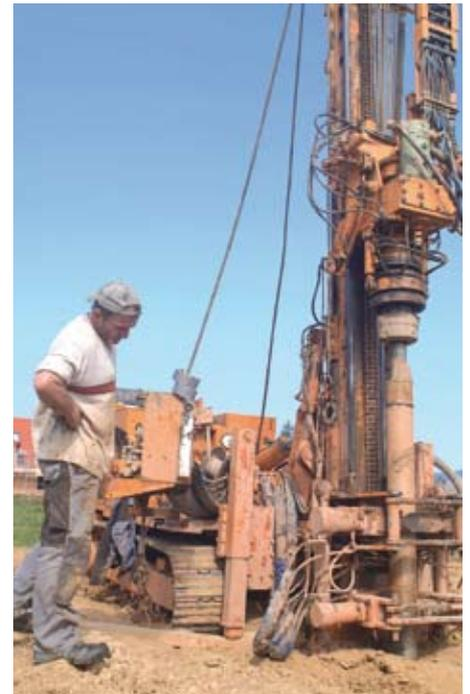

Bild 8 Erdwärmepumpe: Es bedarf erfahrener Bohrfachleute, um die Erschließung der Wärmequellen optimal zu planen
Für Wärmepumpen nutzt man üblicherweise die Wärmeenergie der oberflächennahen Erdschichten bis maximal 100 m Tiefe. Bis zu dieser Tiefe ist das Genehmigungsverfahren relativ einfach und kurz, eine tiefere Bohrung ist mit einem zusätzlichen Genehmigungsverfahren verbunden. Abhängig vom Leistungsbedarf des Hauses und den lokalen geotechnischen Bedingungen bohrt ein Bohrunternehmen ein oder mehrere Löcher bis zu einer Tiefe von 50 bis 100 m (Bild 8). In diese Bohrungen werden Sonden eingeführt, die aus U-förmigen Kunststoffrohren bestehen. Darin wird später die Sole zirkulieren. Beim Eintritt in die Erdsonde hat die Sole mit ca. 2 °C bis 4 °C eine Temperatur, die unter der der Erdoberfläche liegt. Sie erwärmt sich auf ihrem Weg nach unten und wieder nach oben um ca. 3 bis 4 Kelvin (K), in der Regel also auf ca. 6 °C bis 8 °C. Mit dieser Temperatur fließt die Sole in den Verdampfer und liefert so die für die Verdampfung des Kältemittels notwendige Wärme.